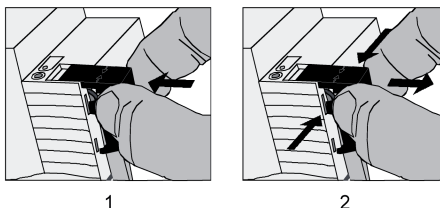

Bild 3: Abdeckkappe für Busanschluss anbringen / entfernen
- Abdeckkappe anbringen: Die Abdeckkappe wird über die Busklemme geschoben, bis sie spürbar einrastet (Bild 3).
- Abdeckkappe entfernen: Die Abdeckkappe wird entfernt, indem sie seitlich leicht eingedrückt und nach vorne abgezogen wird (Bild 3).